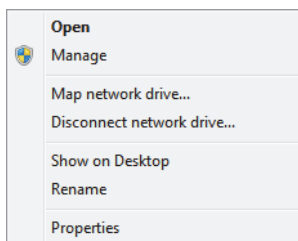

Рис. 7-24 Меню быстрого вызова иконки Компьютер (Windows 7)
2. В контекстном меню щелкните пункт **Manage** [Управление] (см. Рис. 7-24 на стр. 219).